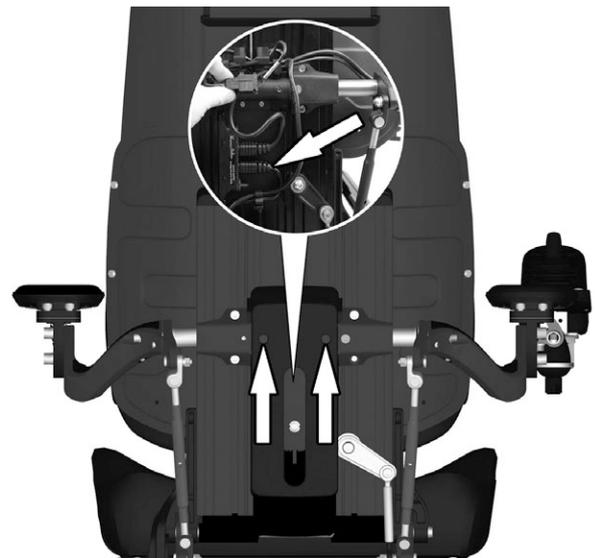

Abbildung 83. Der Kontaktblock sitzt unter der Abdeckung, die mit zwei Schrauben befestigt ist.
7. Das R-Net-Kabel am Kontaktblock an der Rückseite der Rückenlehnen anschließen. Siehe Abbildung. 83. Kabel an den Leitungshaltern befestigen.